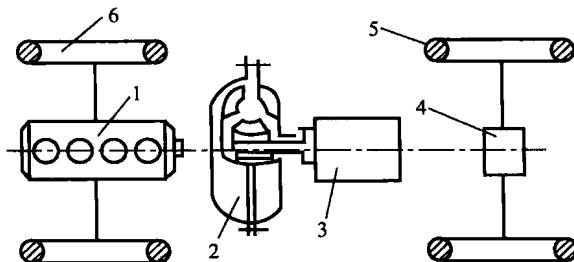

图 1-2 液力机械式传动系的示意图
(2) 液力机械式传动系。液力机械式传动系将液力传动与机械传动有机地组合起来，以液体为传力介质，利用液体在主动元件和从动元件之间循环流动过程中动能的变化来传递动力。液力传动装置有液力耦合器和液力变矩器两种。液力变矩器除了具有液力耦合器的全部功能外，还能实现变矩功能。如图 1-2 所示，一般采用液力变矩器串联一个有级式机械变速器组成液力机械变速器，以取代机械式传动系中的离合器和变速器。其他组成部件和布置方案与机械式传动系相同。液力机械式传动系能根据道路阻力的变化，自动地在若干个车速范围内分别实现无级变速，而且其中的有级式机械变速器还可以实现自动和半自动操纵，因而可使驾驶员的操作大为简化。但是，它也存在结构较复杂、造价较高和机械效率较低等缺点，因此，目前除了在轿车和重型汽车上有较多的应用以外，中级以下轿车和一般货车都很少采用。